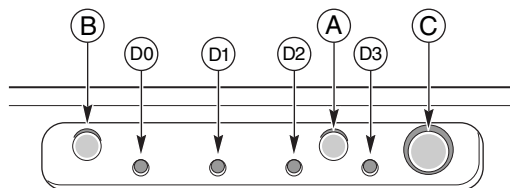

Figura 2 Controles e indicadores do painel frontal
Os controles e indicadores frontais a seguir aparecem na Figura 2.
6. Se o servidor não ligar automaticamente quando você o conectar à tomada CA, pressione o botão Power On/Off no painel frontal. (Consulte a Figura 2 na página 46)
7. Verifique se o LED de alimentação principal, no painel frontal, está aceso (consulte a Figura 2 na página 46). Após alguns segundos, o POST será iniciado.
6. Se você quiser inicializar usando um disco rígido carregado com um sistema operacional, verifique se o disco rígido está instalado e pressione o botão Reset no painel frontal. (Consulte a Figura 2 na página 46.)